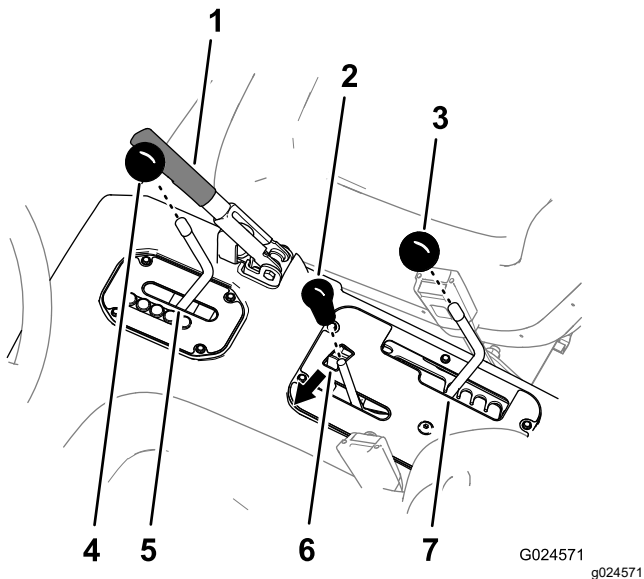

図 4
1. コンソールのレバーについているノブ、トランスミッションレバーのノブを全部外すノブはどれも左に回すと外れる 図 4。